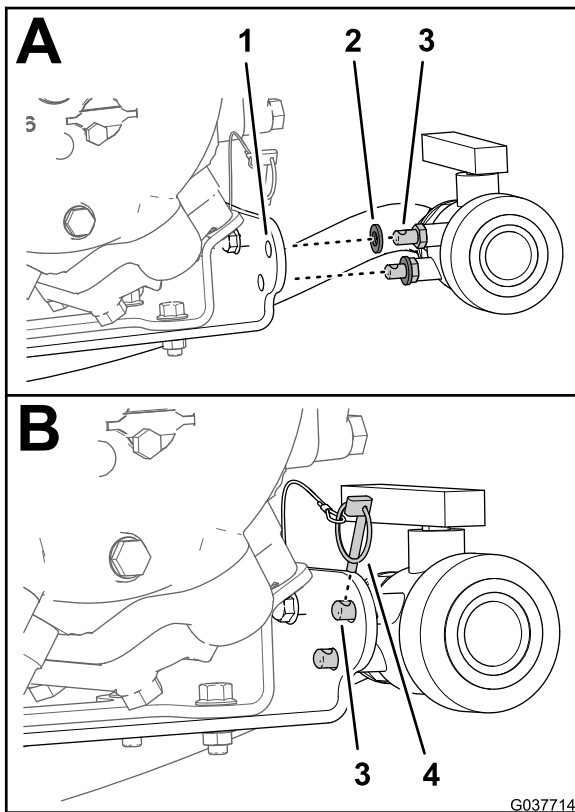

図 82
- ドレンバルブの固定ペグ2本 図 82 のそれぞれにゴム製ワッシャが取り付けられていることを確認してください。
3. 固定用ペグ2本をスプレーヤポンプの2つの穴 11 mmに合わせる 図 82。
4. ドレンバルブをポンプブラケットにリンチピンで固定する 図 82。